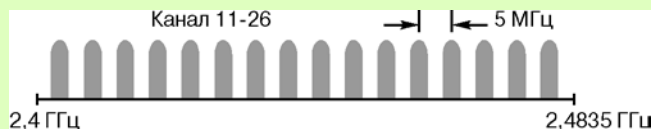

Рис. 1.
- диапазон частот IMS 2,4 ГГц, разделенный на 15 радиоканалов (см.рис. 1);